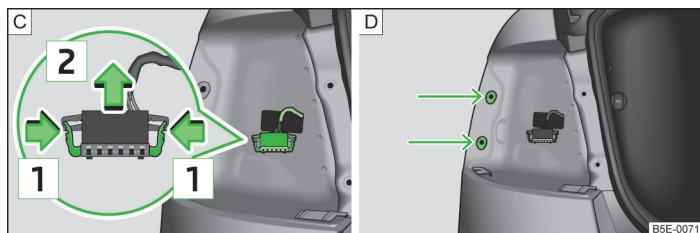

Fig. 230 Connettore a spina delle luci / Montaggio delle luci
- Premere l'uno contro l'altro i due bloccaggi in corrispondenza della spina, nella direzione indicata dalla freccia [1] » fig. 230 - [C].
- Inserire le luci negli alloggiamenti della carrozzeria » fig. 230 - [D].